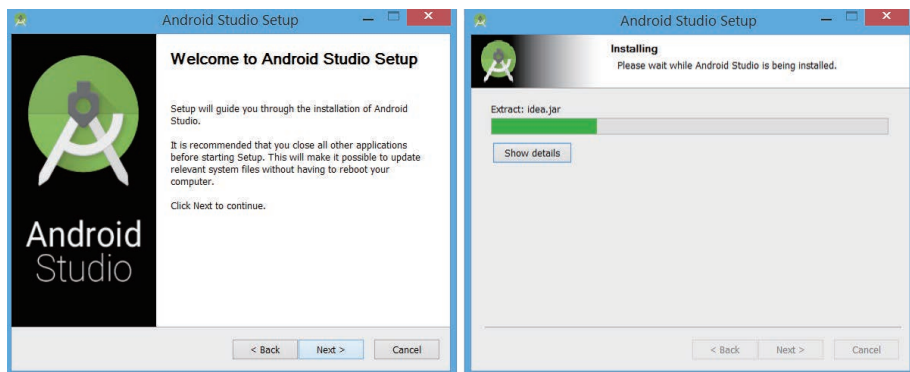

图 2-22 安装中的 Android Studio
- 使用默认设置参数执行安装程序（然后下载组件），直到安装成功的消息弹出（如图 2-22 所示）。